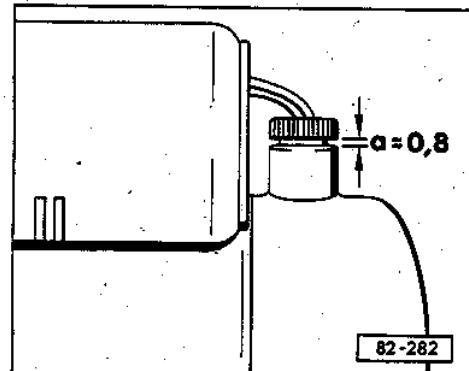

Abb. 10 Überhitzungssicherung – S 24 aus- und einbauen/prüfen
- aus- und einbauen – Abb. 10
- prüfen – Abb. 10